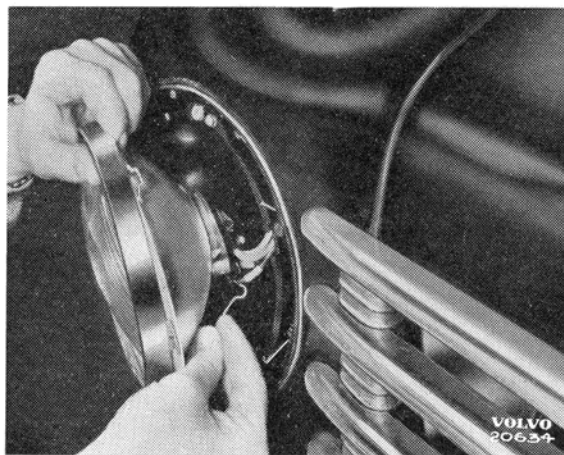

Bild 14.
3. Tag bort fjädern som håller lamphållaren vid insatsen (bild 14). Skilj insats och hållare åt, samt tag bort glödlamporna.